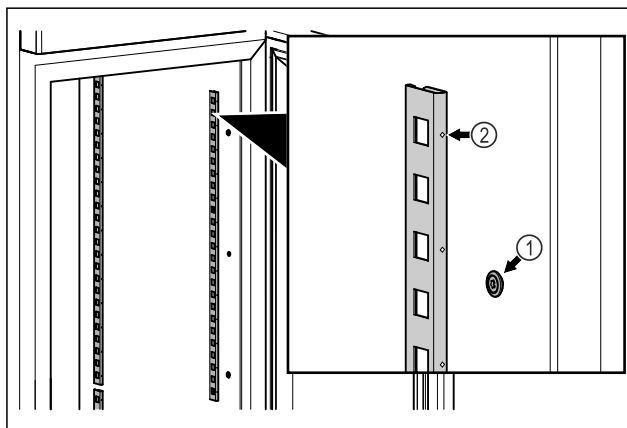

Fig. 17 Примерно изображение
- ▶ Закачете заключващите ленти в окачването Fig. 17 (1). Маркировката Fig. 17 (2) трябва да сочи напред.